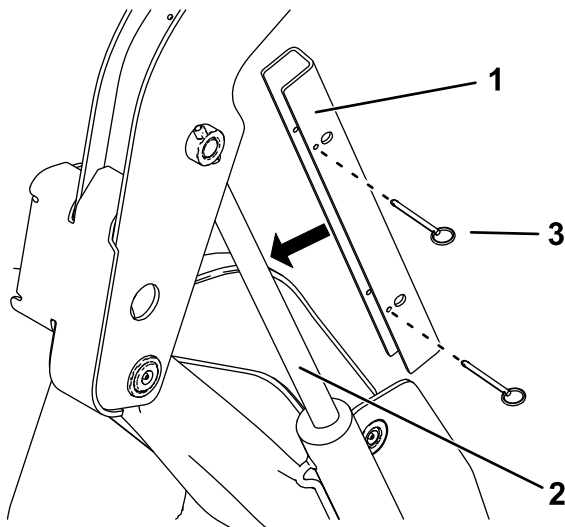

Figure 31
5. Glissez le dispositif de blocage de vérin sur la tige du vérin (Figure 31).